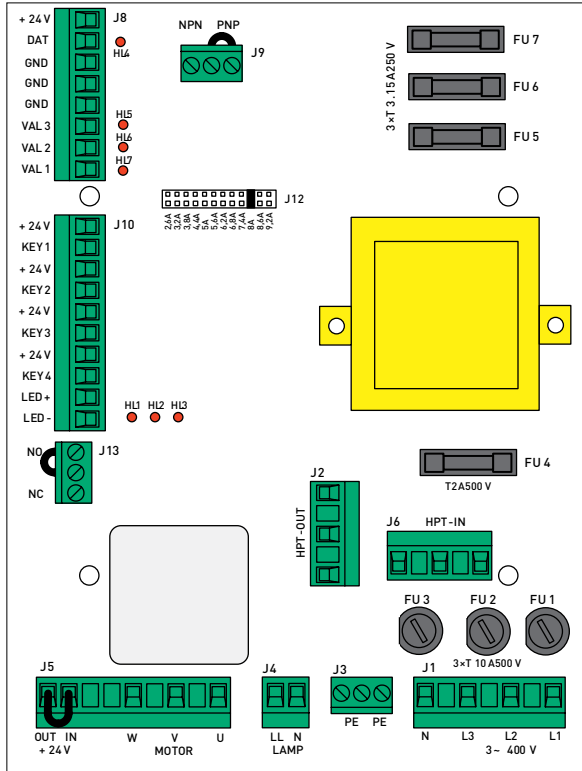

Рисунок 2. Модуль электронный
В корпусе блока управления установлен электронный модуль (рис. 2), к которому выполняются электрические подключения устройств.
**ВНИМАНИЕ!** Если светодиод **HL4** светит, то сработал датчик положения ворот (ворота закрыты) или неверно установлена перемычка в разьеме **J13** (рис. 2). Если датчик положения ворот не используется, то перемычка должна быть подключена на контакт **NO**.